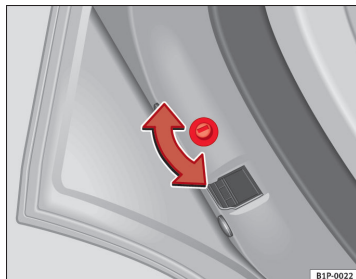
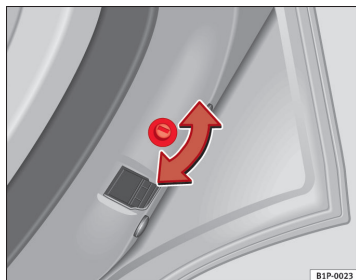

Fig. 59 Børnesikring i venstre dør
Fig. 60 Børnesikring i højre dør
- Mens døren er åben, skal du bruge nøglen til at dreje slidsen med uret i den venstre dør og mod uret i den højre dør ⇒ Fig. 59, ⇒ Fig. 60.
- Mens døren er åben, skal du bruge nøglen til at dreje slidsen med uret i den højre dør og mod uret i den venstre dør ⇒ Fig. 59, ⇒ Fig. 60.